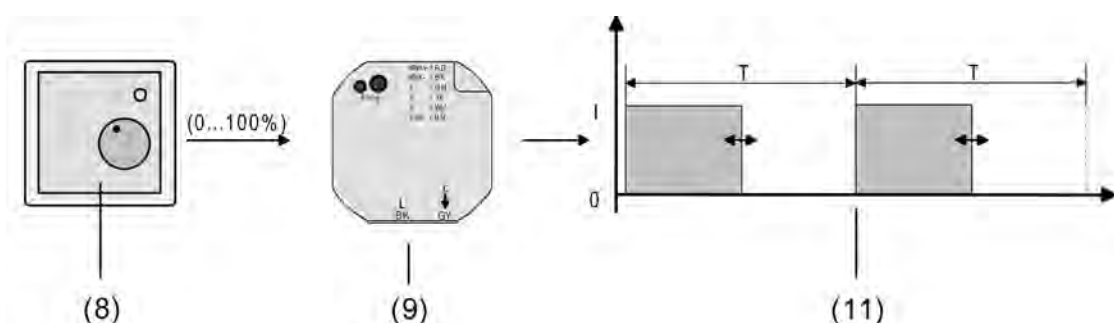

Bild 18: Stellgrößenprinzip bei stetiger Stellgröße
(8) Raumtemperaturregler (RTR) (Stellgröße "1 Bit")
(9) Heizungsaktor
(10) Schaltendes Ausgangssignal für Ventilantriebe
Das über das 1 Byte Objekt "Stellgröße" empfangene Werttelegramm wird im Normalbetrieb durch das Gerät in ein äquivalentes pulswidenmoduliertes Schaltsignal an den Ventilausgängen umgesetzt (Bild 18). Der aus dieser Modulation resultierende Mittelwert des Ausgangssignals ist unter Berücksichtigung der im Gerät einstellbaren Zykluszeit (T) ein Maß für die gemittelte Ventilstellung des Stellventils und somit eine Referenz für die eingestellte Raumtemperatur (siehe "Pulsweitenmodulation bei stetigen Stellgrößen und stetigen Soll-Ventilpositionen").